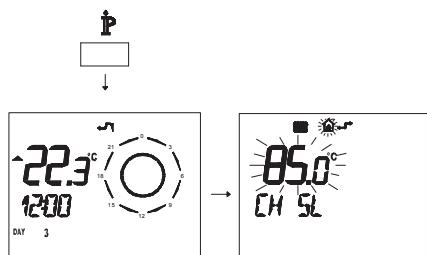

Figura 5.36
- Premere per più di 3 secondi il pulsante **IP** per entrare in modalità **INFO** (Figura 5.36).